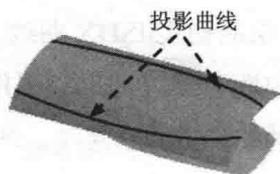

图 1.12 投影曲线 2
Step9. 创建图 1.12 所示的投影曲线 2。在模型树中选取草图 2，单击 **投影** 按钮；选取拉伸曲面 2 为投影面，采用系统默认方向，单击 **完成** 按钮，完成投影曲线 2 的创建。